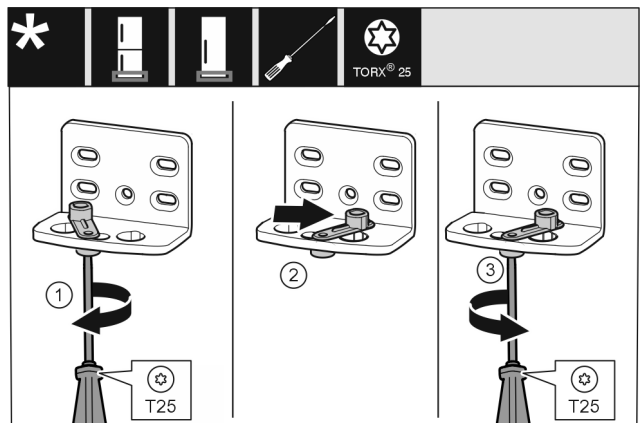

Fig. 15
- ▶ Skrutkovačom T25 voľne zaskrutkujte skrutku. Fig. 15 (1)
- ▶ Pomôcku na zatváranie dverí zdvihnite a otočte o 90° doprava v otvore. Fig. 15 (2)
- ▶ Skrutkovačom T25 pevne zaskrutkujte skrutku. Fig. 15 (3)